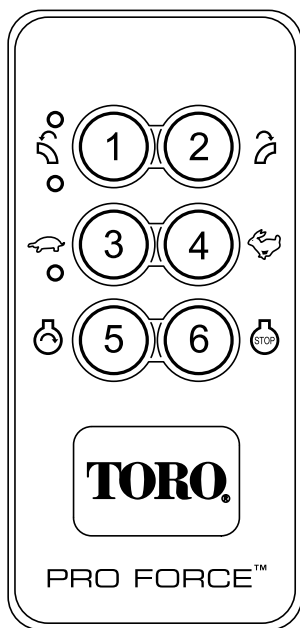

Figura 10
4. Arrancar Motor sólo se energiza pulsando la tecla de Arranque mientras la condición Habilitar Arranque del Motor está activada. La condición Habilitar Arranque del Motor se activa únicamente después de realizar la secuencia Habilitar Arranque del Motor descrita a continuación (Figura 10).